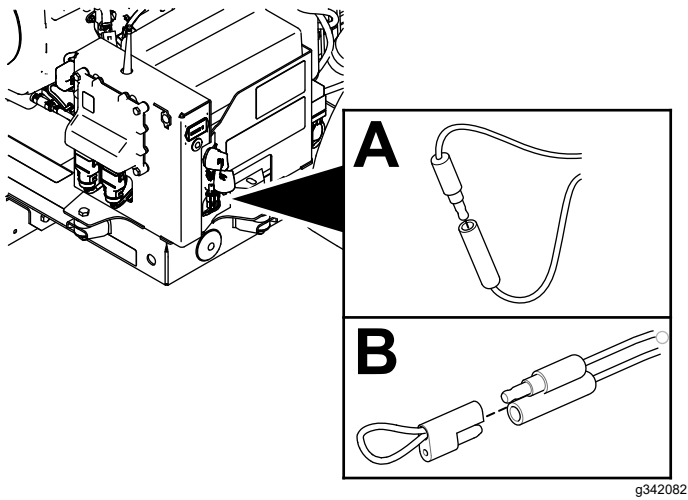

Рисунок 57
2. Выньте одноштыревой разъем из одногнездового разъема (Рисунок 57).
3. Вставьте одноштыревой разъем и одногнездовой разъем в привязную крышку (Рисунок 57).